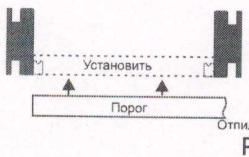

Рис. 9
3.6. Установите запиленную коробку в дверной проем (Рис. 9).
4.1 Данные петли устанавливаются на расстоянии 200 мм от края верхней петли до края полотна и аналогично снизу (рис. 9). От пола до центра ручки 1 000 мм.